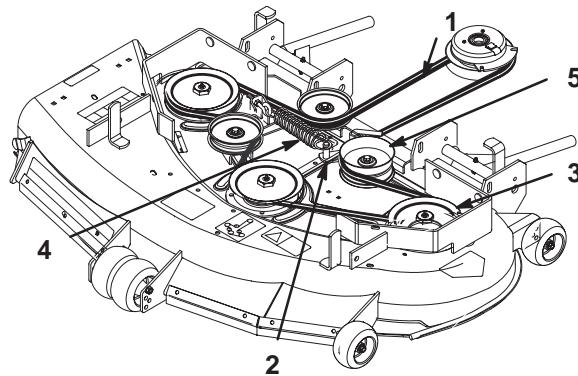

Figure 51
4. Enlever la courroie en partant de la poulie extérieure. Faire tourner la poulie pour dégager la courroie progressivement (Fig. 51).
7. Remonter le galet tendeur, puis mettre la courroie en place sur le galet et les autres poulies (Fig. 51).